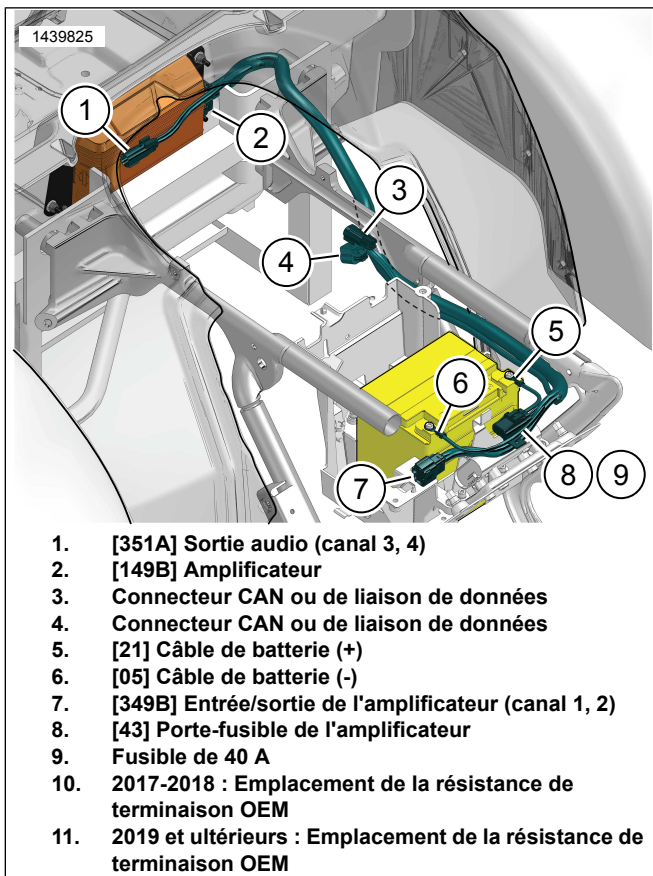

Figure 3. Acheminement du faisceau de fils de l'amplificateur
1. Voir la figure 3. Raccorder le connecteur [149B] à l'amplificateur.
- f. Poser le [91A] (13) du faisceau extérieur sur le [91B]. Attacher avec des serre-câbles.
- a. Voir la figure 3. Repérer le connecteur du véhicule [319A] et le capuchon de la résistance de terminaison à proximité de la zone du couvercle latéral droit.
7. Voir la figure 3. Acheminer les éléments 5 à 9 en face de la batterie et vers le couvercle latéral droit.
8. Brancher le câble négatif de la batterie (6).
9. Brancher le câble positif de la batterie (5).
10. Fixer le porte-fusible de l'amplificateur (8) avec le serre-câble.
11. Voir la figure 3. Acheminer le faisceau avec le connecteur de l'amplificateur sur le côté gauche du cadre.